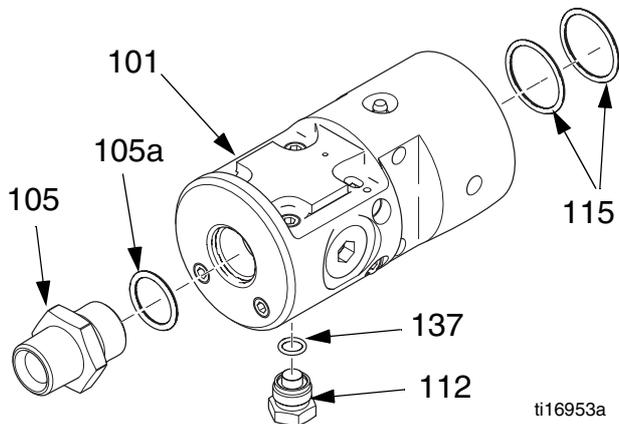

FIG. 7
8. Installez le joint torique (119) sur le capuchon d'air (104). Serrez le capuchon d'air sur la section air (102). Serrez à un couple de 41 N•m (30 pi-lb).
9. Installez deux nouveaux joints toriques (115) à l'intérieur du boîtier de fluide. Utilisez de la graisse. Voir FIG. 7.
10. Installez le nouveau joint torique (137) et remettez le bouchon en place (112).
11. Installez le nouveau joint torique (105a) et remettez le raccord de sortie en place (105). Serrez à un couple de 41 N•m (30 pi-lb).